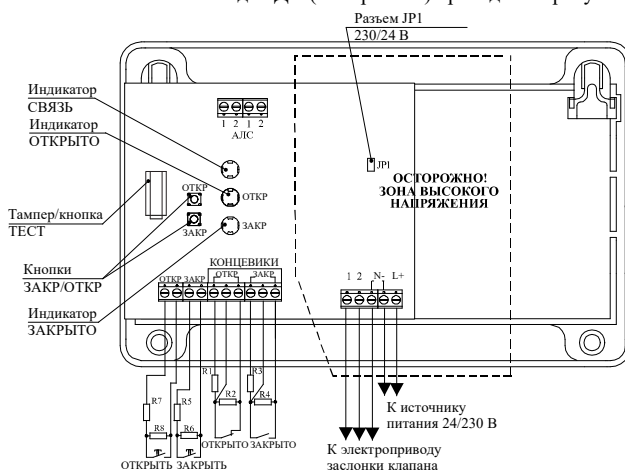

Рисунок 1
Выбор напряжения питания электропривода осуществляется джампером, который устанавливается на разъём JP1 (рисунок 1) (4.5).
4.5 Переключение напряжения питания электропривода (24 В или 230 В) производится путем замыкания джампером разъема JP1 (рисунок 1).